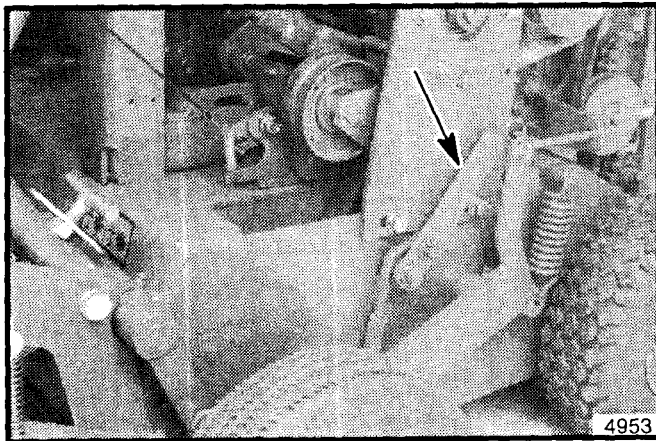

Figura 14. Palanca del Sujetador del Enrollador
3. Libere los sujetadores del enrollador (vea la figura 14) de ambos lados de la unidad tirando hacia atrás las palancas del sujetador.